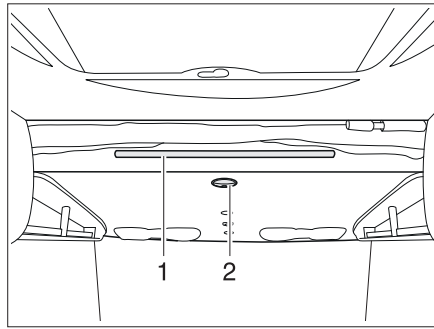

Fig. 107 Cama elevada eléctrica
- Girar el tirador (Fig. 107,2) en la parte inferior de la cama elevada.
- Enganchar la escalera de ascenso en la barra de soporte (Fig. 107,1) de la cama elevada con los dos ganchos.